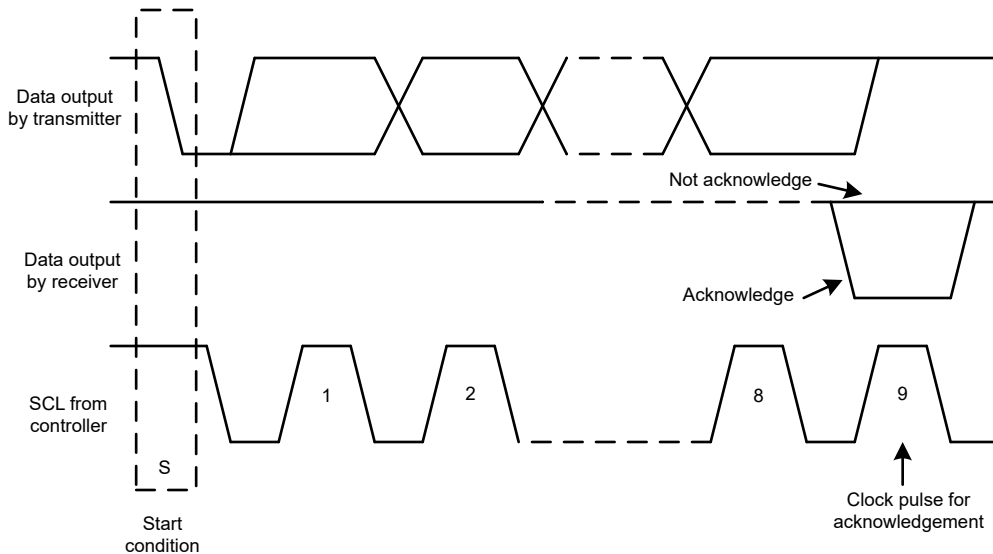

图 7-15. I2C 总线上的确认和非确认
除了特定的时序信号外，I2C 接口还使用串行字节。在每个字节结束时，第九个时钟周期产生并检测确认信号。确认是指 SDA 线在第九个时钟周期的高电平期间被拉低。非确认是指 SDA 线在第九个时钟周期的高电平期间保持高电平，如 图 7-15 所示。
- 器件都识别控制器发送的地址，并将其与相应内部固定地址进行比较。只有具有匹配地址的目标器件才会通过在第 9 个 SCL 周期的整个高电平期间拉低 SDA 线来生成确认，如图 7-15 所示。当控制器检测到此确认时，则表示与目标的通信链路已建立。